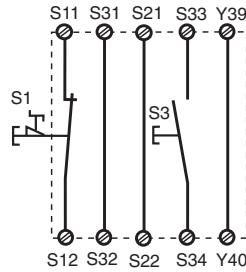

Fig. 3: Circuito de entrada monocanal, rearne supervisado/Circuito di ingresso monocanale, start controllato/Eenkanalig ingangscircuit, bewaakte start
- Fig. 3, 4 y 5, 6:
- Fig. 3, 4 e 5, 6:
- Fig. 3, 4 en 5, 6: